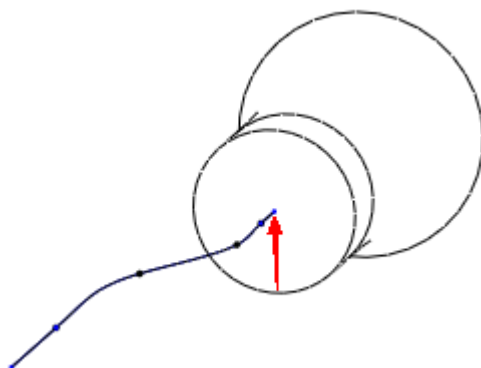

图 48-9
(6) 单击 , 完成草图绘制，结果如图 48-9 所示。若图中箭头方向不对，应单击【薄板选项】菜单中的【反向】 【正向】选项。